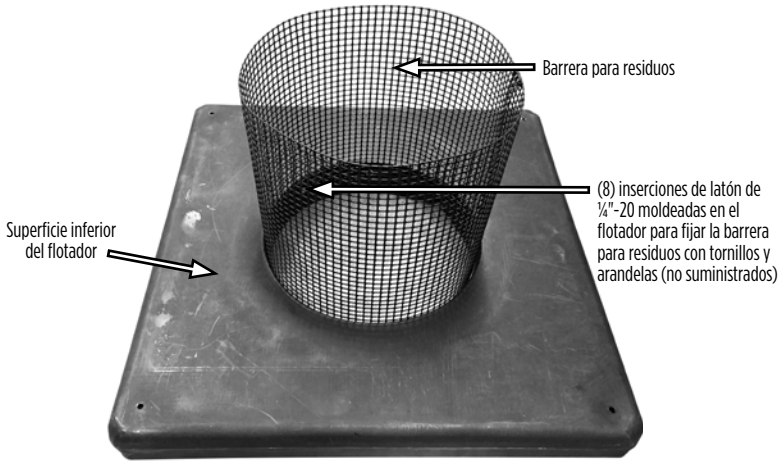

Figura 11
Para construir una barrera para residuos casera, se pueden usar mallas de plástico o de metal no corrosivo. La barrera debe instalarse alrededor del perímetro del diámetro interno del flotador (Figura 11). Para mayor facilidad, se moldearon (8) inserciones de latón de ¼"-20 en el perímetro del diámetro interno del flotador. Es importante mantener la barrera lejos del flujo de agua que circula alrededor del motor. Colocar la barrera de manera que interrumpa el flujo de agua alrededor del motor afectará considerablemente la capacidad de enfriamiento del motor, sobre todo cuando los residuos obstruyen la barrera, lo que reducirá la vida útil de la unidad.